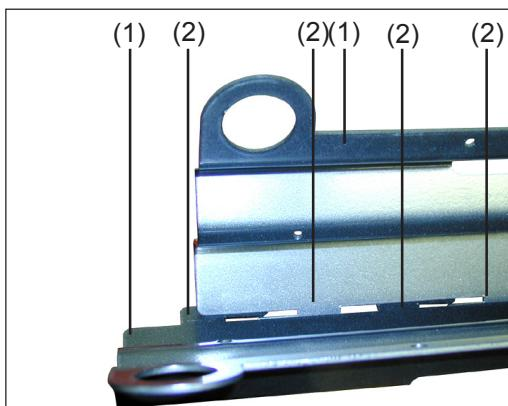
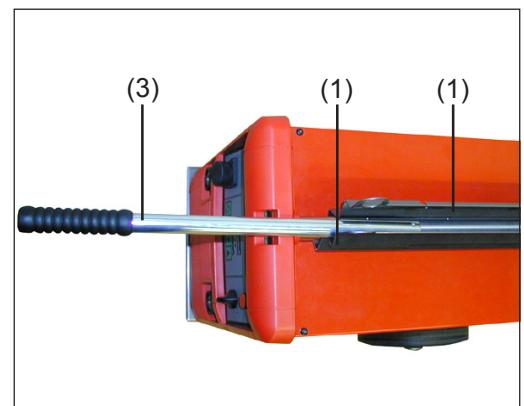

Abb.20 Griffbleche einrasten lassen
Abb.21 Griffbleche und Griffrohr
**HINWEIS!** Beim Aneinanderfügen der beiden Griffbleche (1) darauf achten, dass die Arretierungen (2), an der Unterseite der Griffbleche (1), vollständig einrasten (Abb.20 und Abb.21).
1. Am Griff der Stromquelle (4), Griffbleche (1) mittels Arretierungen (2) aneinander einrasten lassen (Abb.20 und Abb.21)
2. Splint (8) des Griffrohres (3) in die Führungen (6) beider Griffbleche einsetzen
**HINWEIS!** Zur Fixierung der Griffbleche (1) an der Oberseite jeweils zwei Schrauben Extrude-Tite an einer Seite (5) und zwei Schrauben Extrude-Tite an der anderen Seite (7) ansetzen, sodass sich die Schraubenhöfen jeweils an der Seite mit der größeren Bohrung befinden.
3. Griffbleche (1) mittels vier Schrauben Extrude-Tite (5) und (7) an der Oberseite aneinander fixieren
**HINWEIS!** Zur Fixierung der beiden Griffbleche (1) in der Mitte, jeweils zwei Schrauben Extrude-Tite an einer Seite (9) und zwei Schrauben Extrude-Tite an der anderen Seite (10) ansetzen, sodass sich die Schraubenhöfen jeweils an der Seite mit der größeren Bohrung befinden.
4. Griffbleche (1) mittels vier Schrauben Extrude-Tite (9) und (10) in der Mitte aneinander fixieren
**HINWEIS!** Bei eingefahrenem Griffteil (1) den Griffteil (1) unbedingt, durch Drehen nach links verriegeln.